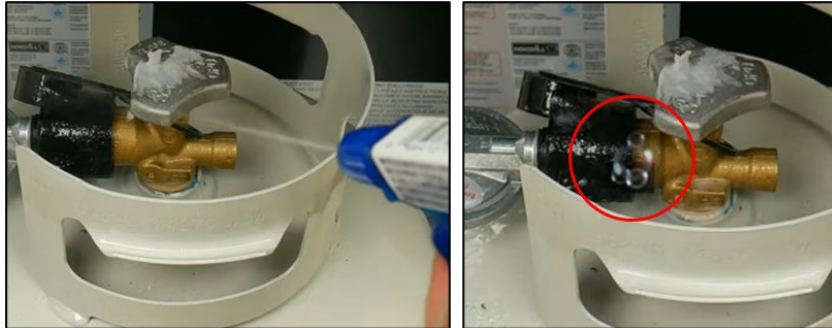

Ilustración 24 Prueba de detección de filtraciones con rociador y burbujas
3. Rocíe la solución de agua jabonosa en todas las juntas del sistema de suministro de gas (Ilustración 24).